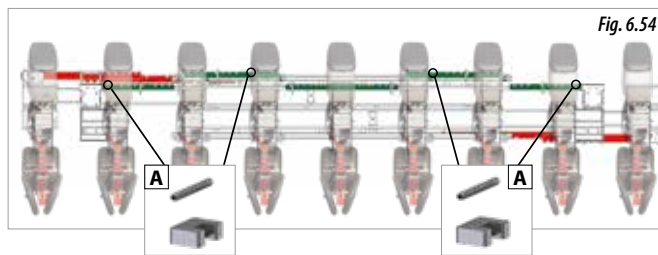
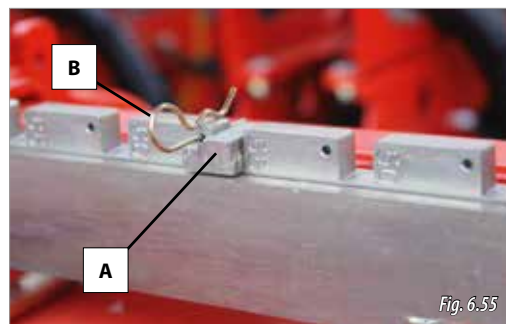

Fig. 6.54
Fig. 6.55
Para regular la máquina deberá actuar sobre los **6 topes de apertura entre filas** (A, Fig. 6.55) a la distancia deseada que marquen las astas de los elementos (en ROJO, Fig 6.54). Para regular la distancia entre las hileras proceder como se indica a continuación:
- 1- Sacar el pasador (B, Fig. 6.55).
- 2- Retirar el tope de apertura (A, Fig. 6.55).
ESTE CHASIS TIENE MONTADOS UNOS TOPES FIJOS (A, FIG 6.54) QUE DEBEN ESTAR MONTADOS SIEMPRE EN LAS ENTALLAS DE LAS ASTAS SIN NÚMEROS GRABADOS (en VERDE, FIG 6.54). NUNCA, BAJO NINGUNA CIRCUNSTANCIA DEBEN QUITARSE ESTOS TOPES FIJOS, YA QUE LA MÁQUINA PODRÍA SUFRIR DAÑOS.